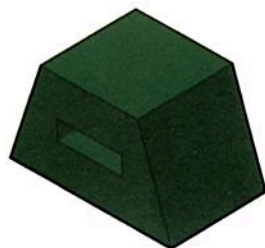

Figura 27
2. Com a prática, você conseguirá imaginar a decomposição do prisma retangular em outros modelos prismáticos sem o auxílio do desenho das partes extraídas. A Figura 27 representa um bloco com furo passante obtido a partir de um prisma retangular.